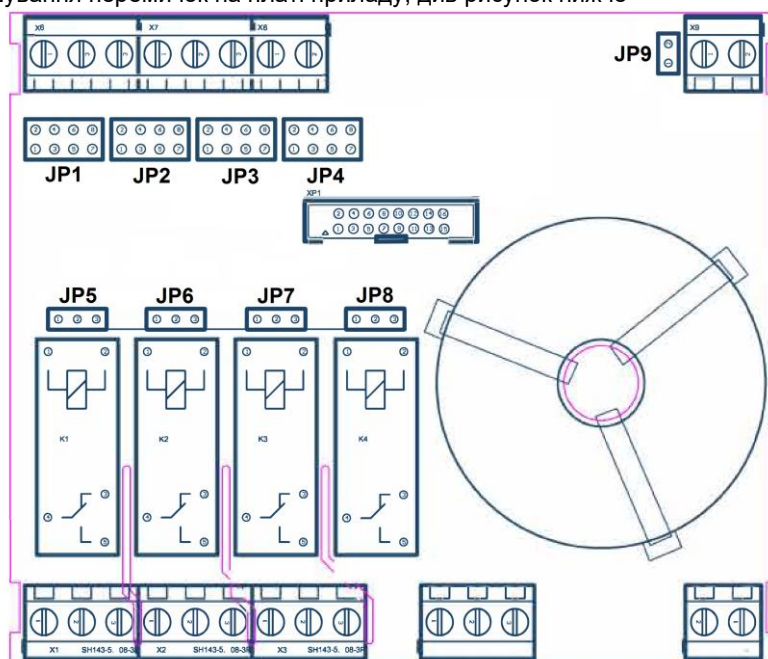

Рисунок 4.2 - Схема розташування перемичок приладу РСУ-41Н
4.3.2 Перед установкою блоку приведіть у відповідність положення перемичок JP1-JP8 на платі входів/виходів (див. рис. 4.2) згідно конкретного технологічного об'єкту (див. табл. 4.3.1, 4.3.2). Перемички JP1-JP4 служать для налаштування чутливості каналу контролю рівня до електропровідних властивостей рідин, JP4-JP8 - для управління станом вихідних реле.